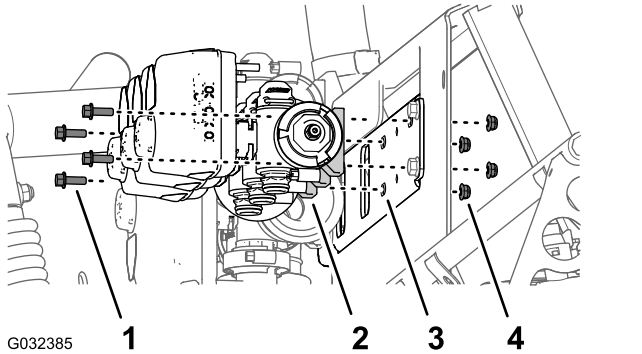

図 60
1. 右側ブームバルブをマニホルドマウントに固定しているフランジヘッドボルト 1/4 x 3/4 インチ 2本とロックナット 1/4 インチ 2個を取り外す 図 60。